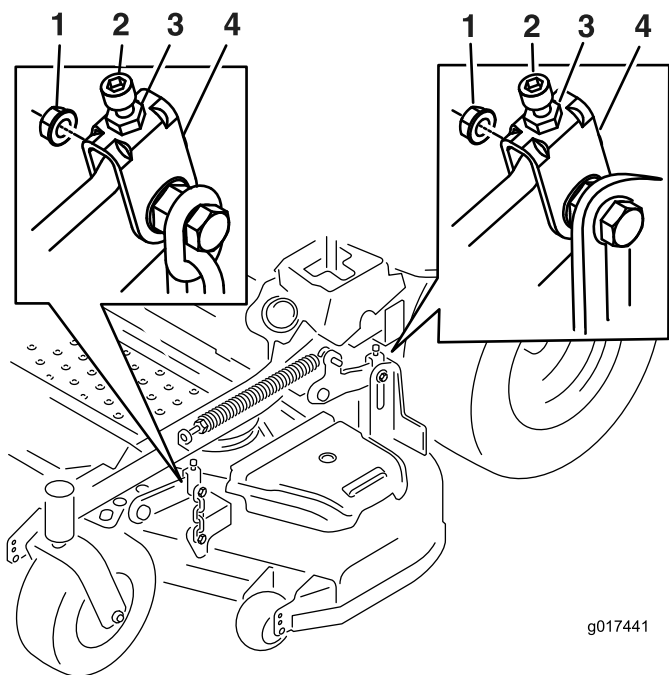

図 76
10. 必要であれば、ヨーク側面についているウィズロックナットと上部のジャムナットをゆるめる。所定の高さ 76 mm が達成されるように調整ねじを使って微調整を行う 図 76を参照。
- 所定の高さ 83 mm が達成されるように調整ねじを使って微調整を行う 図 76。